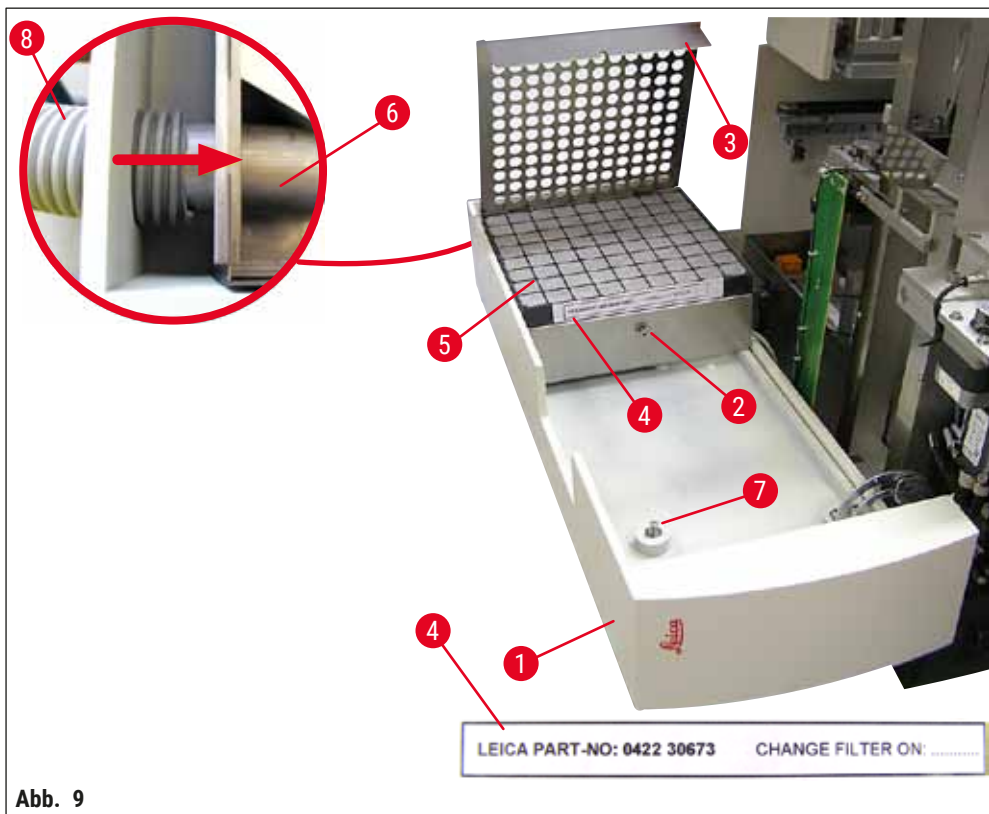

Abb. 9
(→ Abb. 9) Detail: Montage des Abluftschlauches (→ Abb. 9-8). Die Filterabdeckung (→ Abb. 9-3) und der Filter (→ Abb. 9-5) sind im Bild nicht dargestellt, um den Anschlussstutzen (→ Abb. 9-6) zu zeigen.
2. Die Wartungsklappe (→ Abb. 15-1) wie in (→ S. 27 – 4.6 Dispensergruppe einbauen) (→ Abb. 9) beschrieben öffnen.